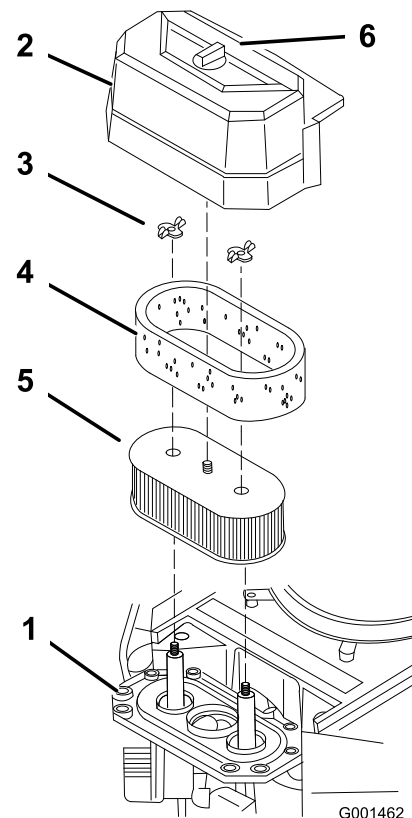

Figura 28
3. Limpie alrededor del limpiador de aire de forma que la suciedad no penetre en el motor y cause daños (Figura 28).
4. Desenrosque el pomo de la cubierta y retire la cubierta del limpiador de aire (Figura 28).
5. Desenrosque las 2 tuercas de orejeta y retire el conjunto del limpiador de aire (Figura 28).
6. Retire cuidadosamente el filtro de gomaespuma del filtro de papel (Figura 28).
1. No limpie el filtro de papel, cámbielo (Figura 28)
1. Deslice cuidadosamente el filtro de gomaespuma sobre el filtro de papel (Figura 28).
2. Coloque el conjunto del limpiador de aire sobre la base del limpiador de aire y fíjelo con 2 tuercas de orejeta (Figura 28).
3. Coloque en su posición la cubierta del limpiador de aire y apriete el pomo de la cubierta (Figura 28).